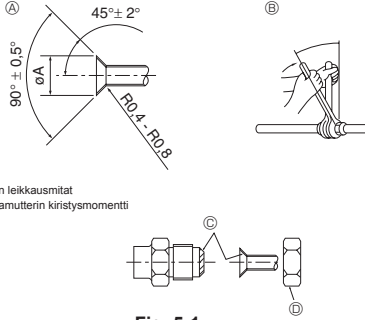

Fig. 5-1
Ⓐ (Fig. 5-1)
Ⓑ (Fig. 5-1)
5.2. Putkien liittäminen (Fig. 5-1)